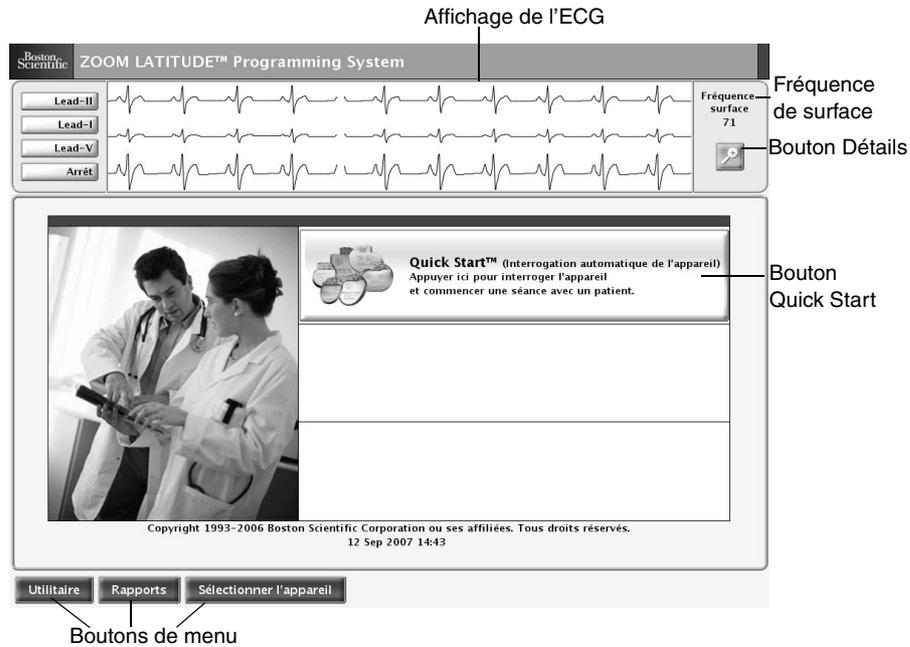

Figure 5-1. L'écran de démarrage apparaît à la mise sous tension du PEM.
4. Attendre que l'écran de démarrage de Boston Scientific (Figure 5-1) apparaisse.